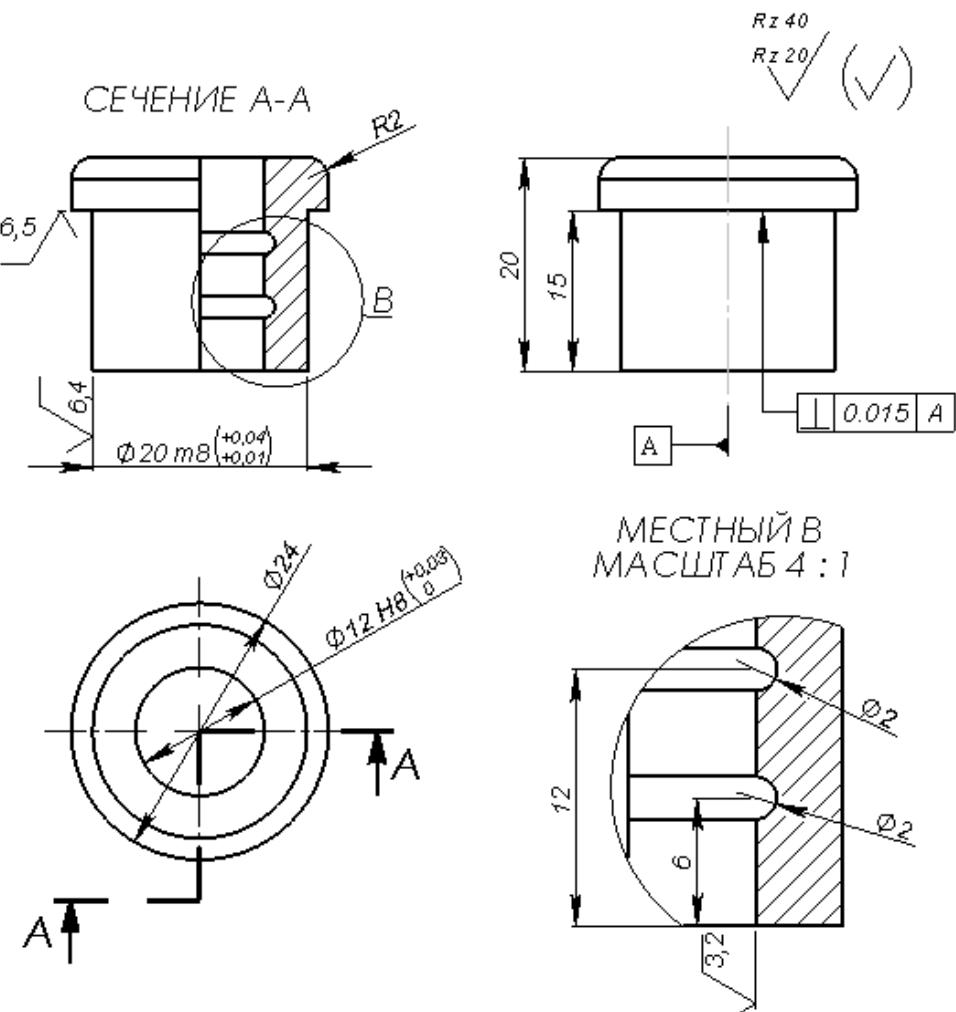

Рис. 1. Фрагмент чертежа детали «Втулка»
2. Построить 3D модель детали «*Втулка*» в соответствии с рис.1 и сохранить в папке «*Итоговое занятие*».